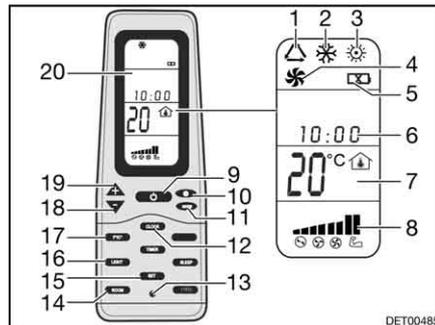

Fig. 111 Mando a distancia
- Pulsar la tecla ON/OFF (Fig. 111,9).
- Pulsar la tecla "Mode" (Fig. 111,11) las veces que sean necesarias hasta que se visualice el modo de funcionamiento deseado (Fig. 111,1, 2, 3 ó 4) en el display (Fig. 111,20).
- Ajustar la temperatura deseada con las teclas "+" (Fig. 111,19) y "-" (Fig. 111,18).
- Seleccionar la etapa deseada del ventilador con la tecla Velocidad del ventilador (Fig. 111,10).
Desconectar: ■ Pulsar la tecla ON/OFF (Fig. 111,9).